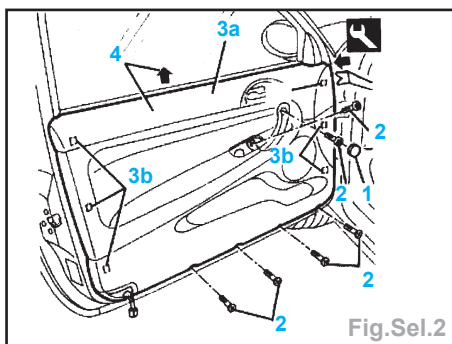

Fig.Sel.2
- le panneau de porte (Fig.Sel.2),